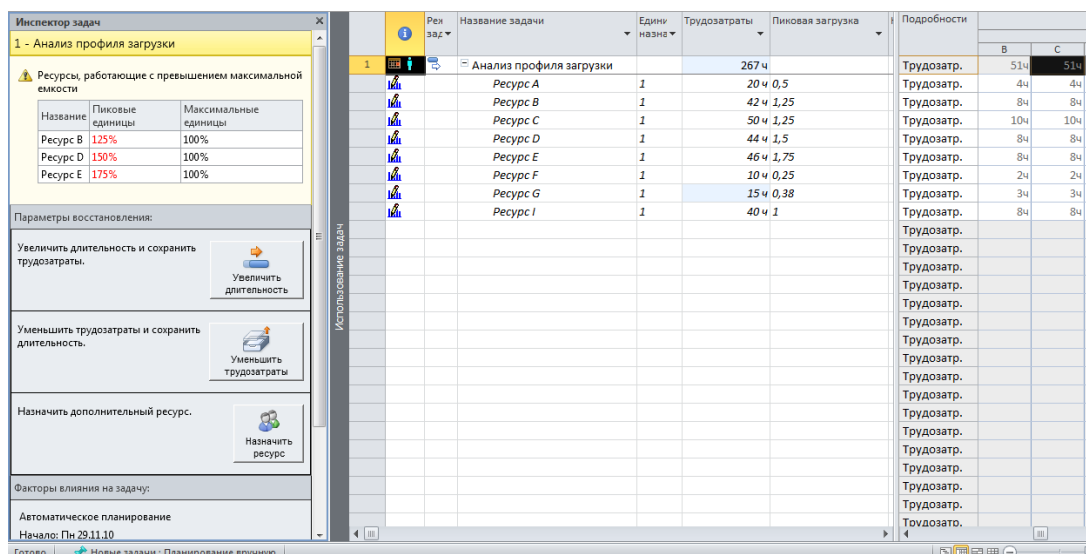

Рисунок 8.24 Инспектор задач
1. Исправить в инспекторе задач, Рисунок 8.24. В вызванном меню можно воспользоваться тремя вариантами: